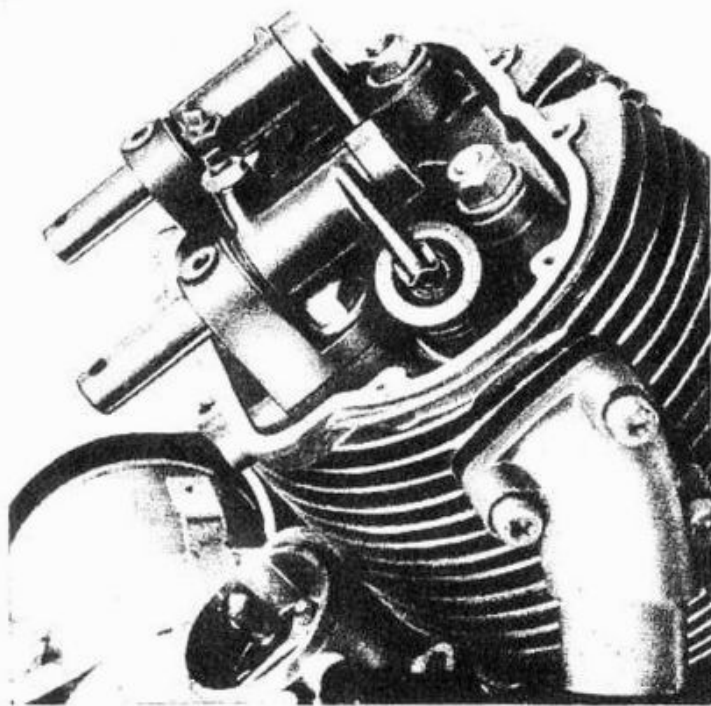

Fig. 14
- i perni bilancieri, i bilancieri, le molle e le rosette per bilancieri (vedere fig. 14). Dai bilancieri le viti di registro dopo aver allentato i dadi;